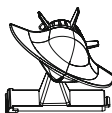

Abb. 2
2. Anschließend die Abdeckung des Ladekabels mit dem U-Boot nach links schieben und von der Fernbedienung trennen (Abb. 2).